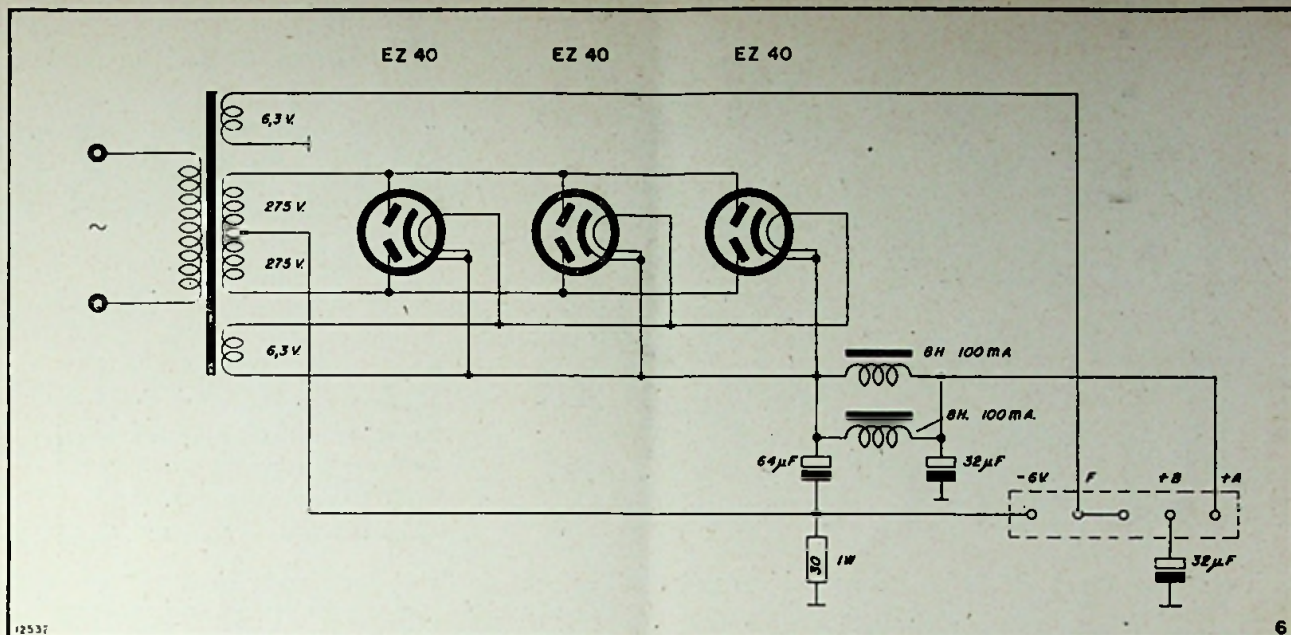

Fig. 6. — De Voeding
6) Voeding (fig. 6 en foto 7).